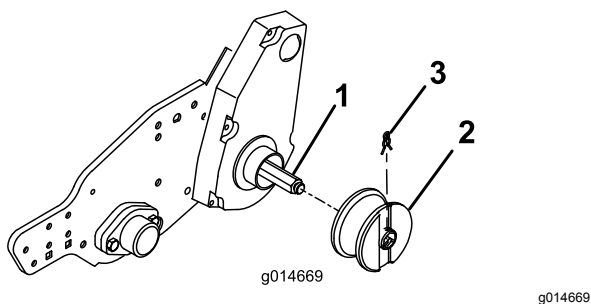

Bild 6
3. Setzen Sie ein Schienenrad auf jede Welle und befestigen es mit einem Radclip (Bild 6).